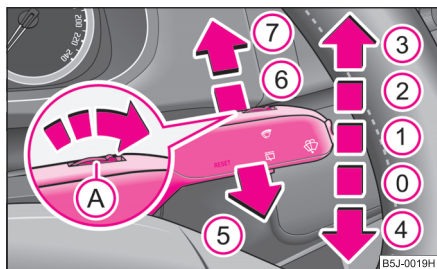

Fig. 44 Maneta de acționare a ștergătoarelor de parbriz
Maneta de acționare a ștergătoarelor ⇒ fig. 44 are următoarele poziții:
- Apăsați maneta înspre bord, în poziția ⑥ ⇒ fig. 44, ștergătorul va acționa la fiecare 6 secunde.
Pentru spălarea farurilor, după fiecare a cincea spălare a parbrizului se vor spăla și farurile; pentru aceasta farurile trebuie să fie aprinse și maneta de acționare a ștergătoarelor de parbriz trebuie să fie menținută cca. 1 secundă în poziția ⑤ ⇒ pagina 53, fig. 44.